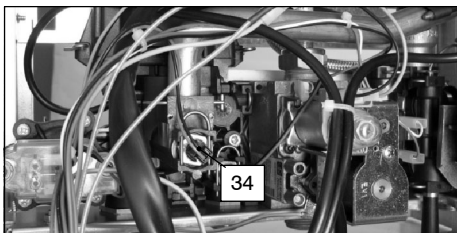

fig. 8.4
- 3 Scollegare il cablaggio della sonda NTC riscaldamento 34 in fig. 8.4
- Ricollegare il cablaggio della sonda NTC riscaldamento 34 in fig. 8.4